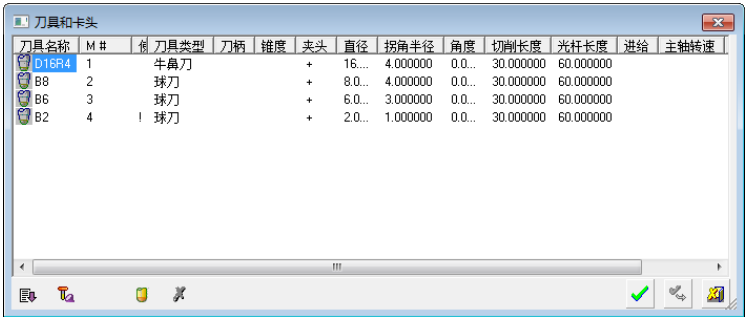

图 3-16 “刀具和卡头”对话框 (2)
3) 选择刀具。单击“刀具和卡头”按钮，弹出“刀具和卡头”对话框(2)，选择 D16R4 牛鼻刀，如图 3-16 所示。